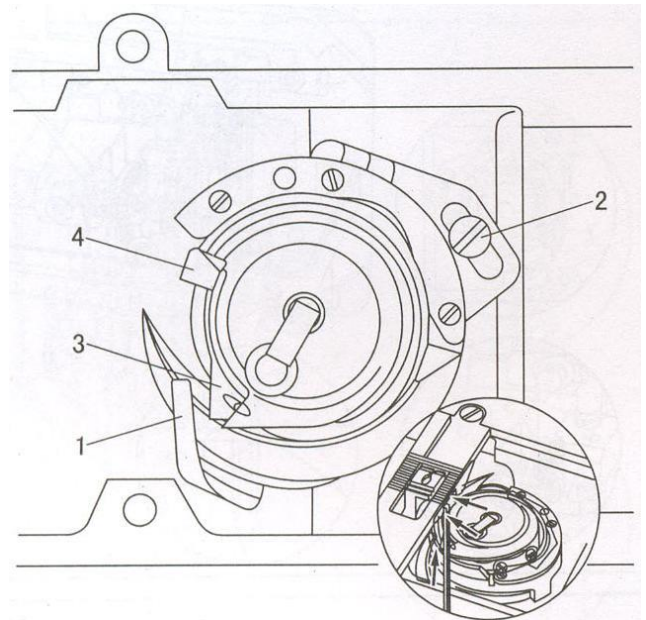

Рис. 21
21. Регулировка отводчика шпуледержателя (Рис. 21)